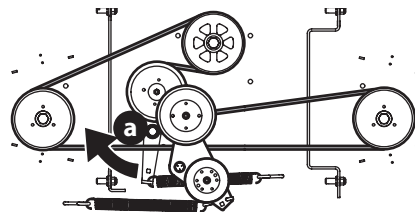

Figure 61
- A l'aide d'un tournevis de 1/2 po, insérez l'extrémité dans l'ouverture carrée de 1/2 po de l'ensemble de pignon du plateau de coupe (a) et faites tourner l'ensemble de pignon du plateau de coupe (a) dans le sens horaire (Figure 61). Tout en maintenant l'ensemble du galet tendeur (a), détachez la courroie du plateau de coupe de la poulie et faites-la glisser pour l'écarter de la poulie.
- Acheminez la nouvelle courroie (Figure 61). Réinstallez ensuite le plateau de coupe et la courroie de PDF.